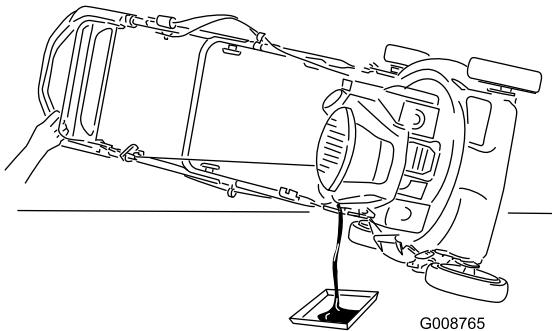

Figure 38
- Basculez la machine sur le côté, tube de remplissage en bas, pour vidanger l'huile usagée dans le bac de vidange par le tube de remplissage (Figure 38).